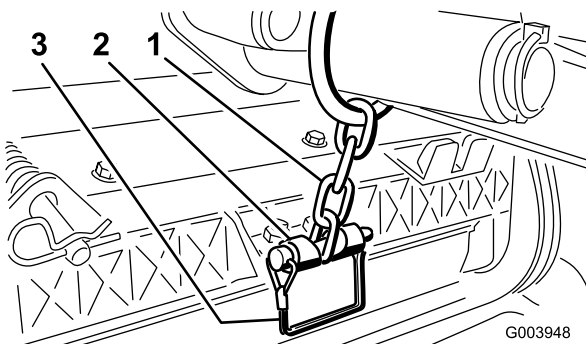

Figura 9
12. Prenda a corrente do braço de elevação ao suporte da corrente com o pino de encaixe (Figura 9). Utilize o número de elos da corrente conforme descrito no Manual do utilizador da unidade de corte.